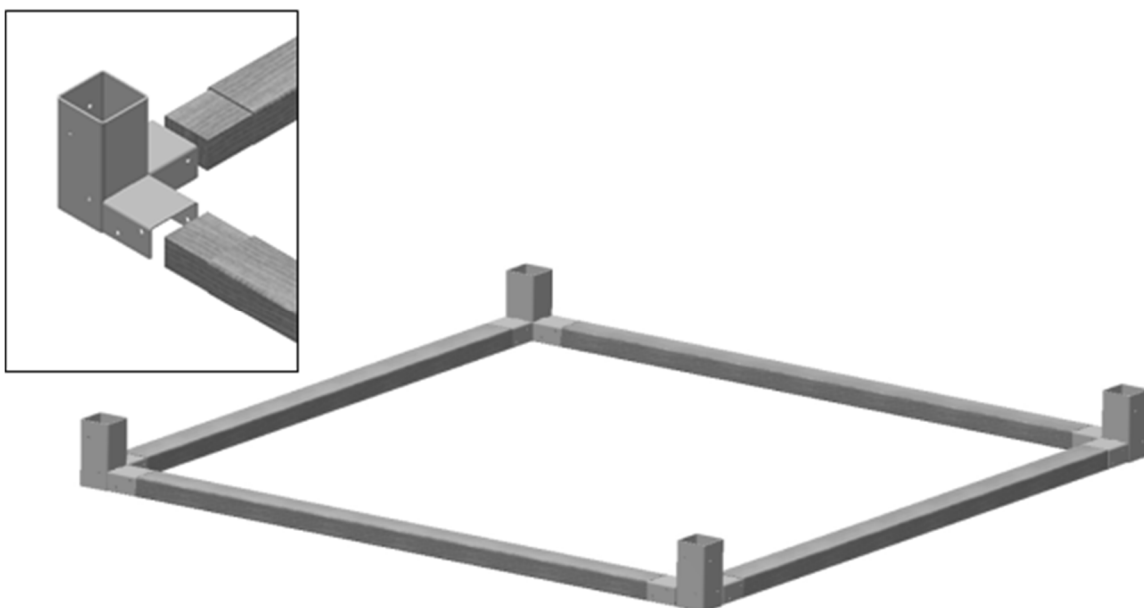

Abbildung 3: Bodenrahmen
Positionieren Sie den Bodenrahmen (4) und die Eckverbinder unten (1) wie in Abbildung 3 dargestellt. Platzieren Sie den gesamten Rahmen so, dass er sich dort befindet, wo später das Motorikzentrum stehen soll.